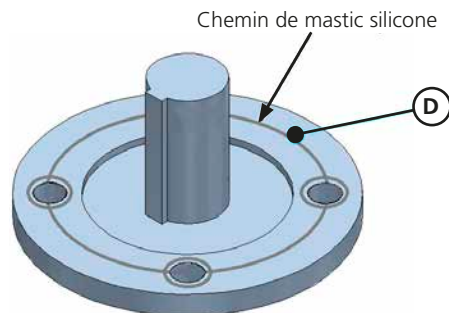

Figure 5 – Scellage de bride de montage de vanne
- 3) Nous vous recommandons d'étanchéifier les brides sur l'assemblage avec un produit d'étanchéité silicone. Appliquez un anneau de silicone autour de la face de montage de la bride. L'anneau doit être au même niveau de l'arbre que les trous des boulons. Appliquez de petits anneaux de silicone autour des trous des boulons pour étanchéifier complètement les surfaces. Le trait indiqué par la lettre D à la figure 5 montre l'endroit où le produit d'étanchéité devrait être appliqué sur la bride de montage de la vanne. Pour les produits d'étanchéité à utiliser, voir le tableau 4 à la page 16.
Si une motorisation est utilisée pour actionner le réducteur, les surfaces de contact entre la bride d'entrée du réducteur et la sortie de la motorisation doivent être étanchéifiées avant l'assemblage à l'aide d'un anneau en silicone appliqué au même niveau que les trous des boulons. Un petit anneau de silicone doit être appliqué autour de chaque trou de boulon afin d'étanchéifier complètement les surfaces (voir figure 5).